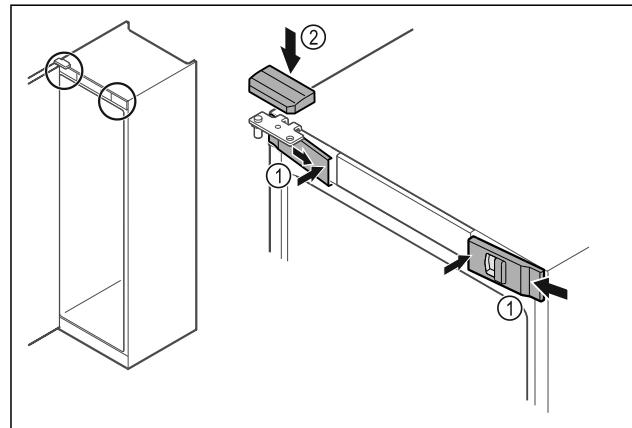

Fig. 45
► Vordere Abdeckungen Fig. 45 (1) seitlich einhaken und innen aufrasten.
► Obere Abdeckung Fig. 45 (2) von oben aufrasten.